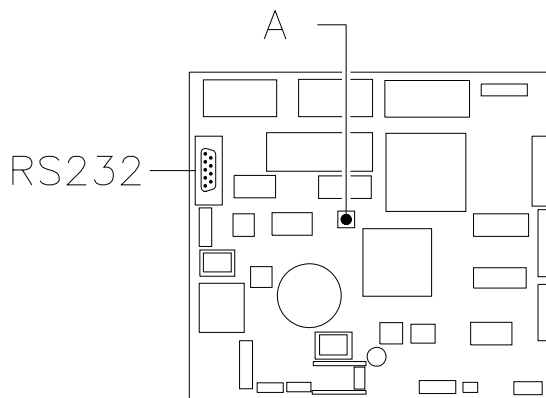

FIG. 5
- Se compare sul display la scritta "MEMORY CLEARED" premere il pulsante situato sulla scheda principale all'interno box gettoniera (vedi FIG. 5) per inizializzare la memoria. Sul display appare il messaggio "PORTA APERTA DISTRIBUTORE IN MANUTENZIONE". Il distributore automatico inizierà automaticamente un autotest. Se non viene identificato alcun errore la colonna si sposterà in posizione di inizio e la macchina sarà pronta all'uso.
All'accensione del distributore sul display compare la scritta **'INIT'** seguita dalla scritta **'memory cleared'** se la memoria non contiene dati oppure quelli contenuti non sono attendibili; la scritta **'INIT'** permane finché la scheda main e la scheda power non si sono messe in comunicazione. La stessa condizione si raggiunge quando viene eseguito il comando **'cancella memoria'** oppure qualora la memoria dovesse guastarsi. Premendo il pulsante Rif. A **FIG. 5** situato sulla scheda principale all'interno del box gettoniera **FIG. 2** Rif. 1 la memoria verrà automaticamente ripristinata con i valori predefiniti descritti nella sezione istruzioni.
Aprire lo sportello box gettoniera e mantenere premuto il pulsante di modo **Rif. A FIG. 5** per circa 2 secondi, finché sulla seconda riga del display appare il messaggio **"Comando 00"** e la cicalina emetterà un suono prolungato. La prima riga del display indica che il distributore si trova nel **"modo programmazione"**. Questo livello del menù consente l'accesso solo ai comandi di modifica prezzo e visualizzazione vendita per prezzo (comandi 03-04-05-06).